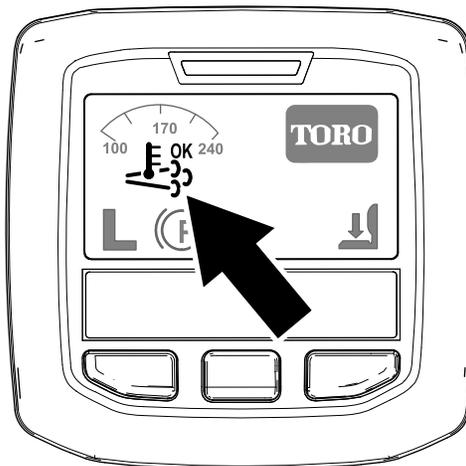

Рисунок 40
- Значок активной регенерации / регенерации со сбросом отображается на дисплее инфо-центра (Рисунок 40).